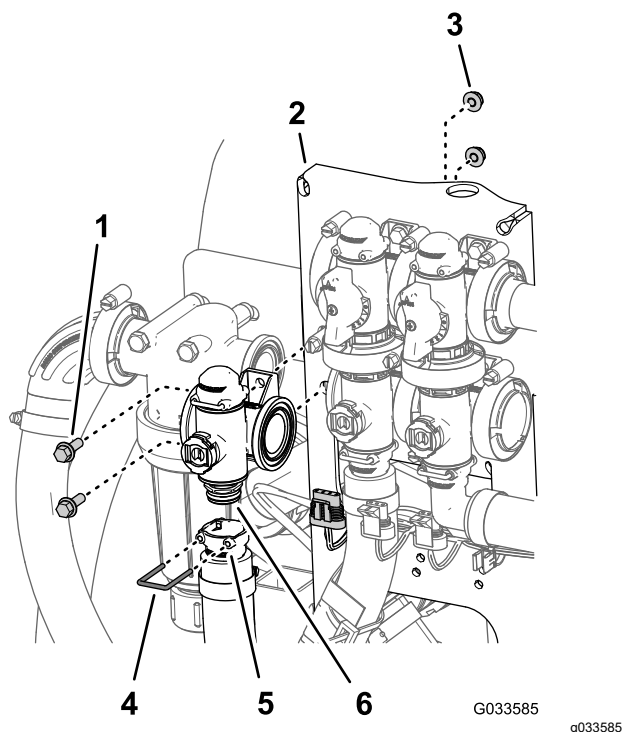

Bild 114
2. Entfernen Sie den Halter, mit dem das Auslaufanschlussstück an der Verteilerkupplung für das Dosierungsregelventil befestigt ist (Bild 114).
- Entfernen Sie die zwei Bundkopfschrauben ($\frac{1}{4}$ " x $\frac{3}{4}$ ") und zwei Sicherungsbundmutter ($\frac{1}{4}$ "), mit denen das Dosierungsregelventil an der Ventilbefestigung befestigt ist, und entfernen Sie den Ventilverteiler von der Maschine (**Bild 114**).